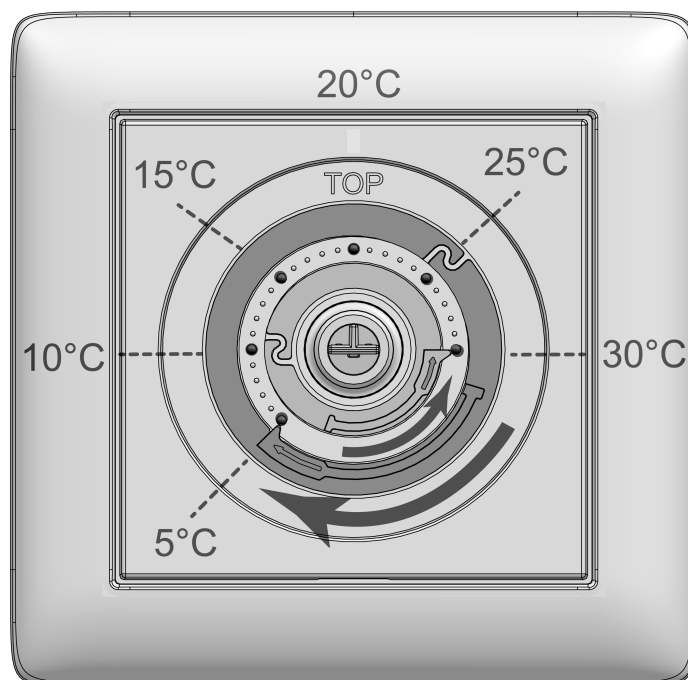

рисунок 4: Установочные кольца для ограничения температуры
В среднем положении прибор регулирует заданную температуру прибл. до 20 °C. Минимальная заданная температура составляет прибл. 5 °C, а максимальная заданная температура — прибл. 30 °C (см. рисунок 4).
- Отожмите кнопку (4) управления на центральной плате (3), чтобы увидеть установочные кольца (6) (см. рисунок 4). Отображенные значения температуры на рисунке являются ориентировочными.